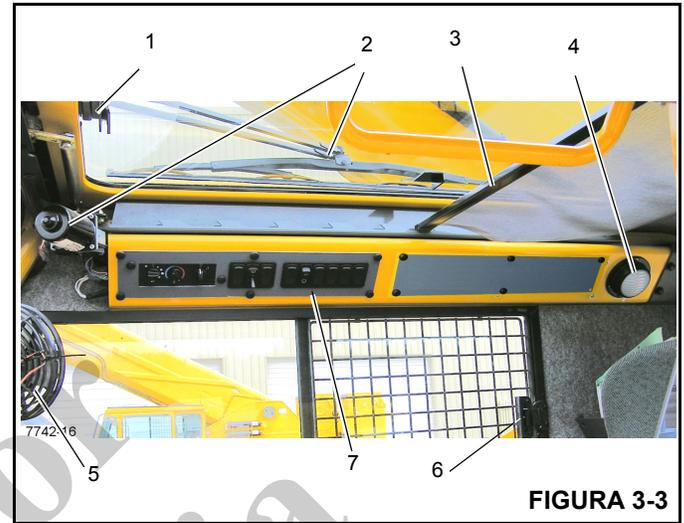
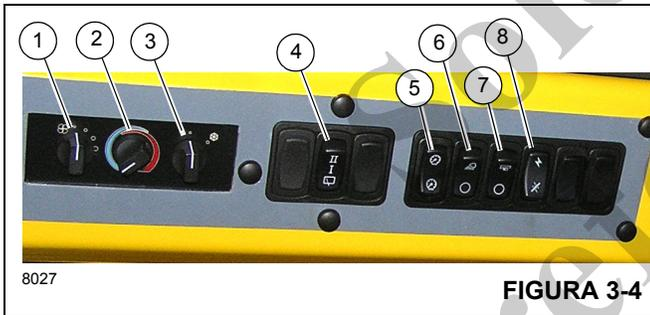

FIGURA 3-3
Figura 3-4 - Números de artículos
El pestillo de la ventana del techo (1, Figura 3-3) se encuentra en la parte delantera de la ventana. Apriete el pestillo y deslice la ventana hacia atrás para abrirla. Para cerrar, deslice la ventana hacia adelante hasta que el pestillo se trabe.
El limpiacristal de la ventana del techo (2, Figura 3-3) se controla por medio del interruptor del limpiacristal de la ventana del techo (4, Figura 3-4), y su funcionamiento es controlado por el motor del limpiacristal.
La visera de la ventana del techo (3, Figura 3-3) se utiliza para reducir la luz solar directa. La visera es autorretraíble y se puede utilizar para filtrar el ingreso de luz solar o se puede ajustar hacia atrás y trabarse en las muescas provistas.
La luz interior de techo (4, Figura 3-3) se encuentra en la esquina trasera derecha de la consola superior de la cabina y provee iluminación a la cabina. La luz de techo interior se controla por medio de un interruptor ubicado en la lámpara misma.
El ventilador de circulación de la cabina (5, Figura 3-3) se encuentra en el lado delantero izquierdo de la cabina, encima del marco de la ventana. Una unión giratoria permite girar el ventilador y en su base se encuentra el interruptor de control. El interruptor tiene las posiciones alta, baja y apagado.
La ventana del lado derecho de la cabina se puede abrir. Apriete el pestillo (6, Figura 3-3) para soltar la traba y deslícela hacia adelante. Para cerrar, deslice la ventana hacia atrás hasta que el pestillo se trabe.
El interruptor del ventilador del calefactor/acondicionador de aire (1) (Figura 3-4) controla la velocidad del ventilador de la cabina. La velocidad del ventilador controla el volumen de
El interruptor de control del calefactor (2) (Figura 3-4) controla la intensidad de la temperatura de calefacción. Gire el interruptor hacia la derecha (sentido horario) para abrir la válvula para la calefacción. (El calor proviene del fluido calentado que circula por el serpentín del calefactor.) Gire el interruptor hacia la izquierda (sentido contrahorario) para cerrar la válvula para detener la circulación del fluido y reducir el calor.
El interruptor del acondicionador de aire (3) (Figura 3-4) controla el funcionamiento del sistema de acondicionamiento de aire opcional. Los ajustes son apagado (O) y encendido (I).
El limpiacristal eléctrico se usa para quitar la humedad de la ventana en el techo. El limpiacristal de la ventana del techo es controlado por el interruptor del limpiacristal (4) (Figura 3-4). Éste es un interruptor de 3 posiciones, APAGADO, velocidad BAJA y velocidad ALTA (OFF/LOW/HIGH).
El interruptor del atenuador de luces de tablero (5) (Figura 3-4) controla la iluminación de los controles del calefactor/acondicionador de aire que se encuentran en la parte superior y el medidor de temperatura de aceite de la transmisión (7) (Figura 3-3); presione el interruptor para aumentar o reducir la iluminación del tablero.
El interruptor de luces de trabajo (6) (Figura 3-4) controla las luces de trabajo de la grúa montadas en la parte delantera inferior de la cabina de la superestructura. Presione la parte superior del interruptor para encender las luces de trabajo. Presione la parte inferior del interruptor para apagar las luces de trabajo.
El interruptor de las luces de la pluma (7) (Figura 3-4) se encuentra en el tablero de la pantalla lateral. Este interruptor de dos posiciones (ON/OFF) controla el funcionamiento de los proyectores de la pluma. Presione la parte superior del interruptor para encender las luces de la pluma; presione la parte inferior del interruptor para apagar las luces de la pluma.
El interruptor de alimentación de funciones de grúa (8) (Figura 3-4) se encuentra en el tablero de la pantalla lateral. Este interruptor de dos posiciones (ON/OFF) permite al operador desconectar la energía eléctrica de las funciones de la grúa controladas por los controladores hidráulicos en los apoyabrazos. Al colocar el interruptor en la posición de APAGADO se impide el accionamiento inesperado de las funciones si se tocan los controladores durante el transporte